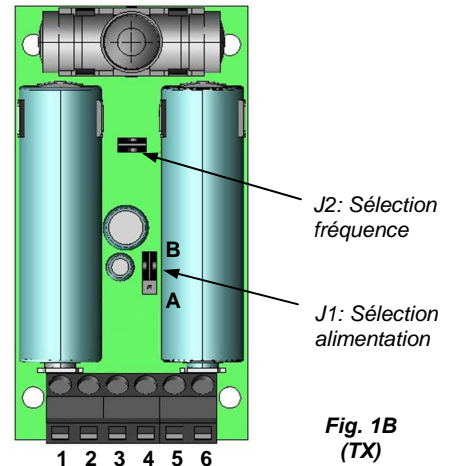

Fig. 1B
- Relier au bornier prévu à cet effet (bornes 3 et 4, Fig. 1B) le contact de la tranche ou de la sécurité extérieure à l'émetteur.
- Relier au bornier prévu à cet effet (bornes 5 et 6, Fig. 1B) le contact de la tranche résistive 8K2 extérieure à l'émetteur.